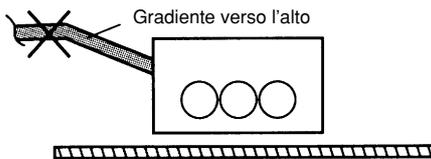

Fig. 3-41
- Non dare alla tubazione gradienti verso l'alto in prossimità dell'attacco drenaggio dell'unità. Ciò potrebbe provocare reflussi all'arresto dell'unità e conseguenti perdite d'acqua (Fig. 3-41).